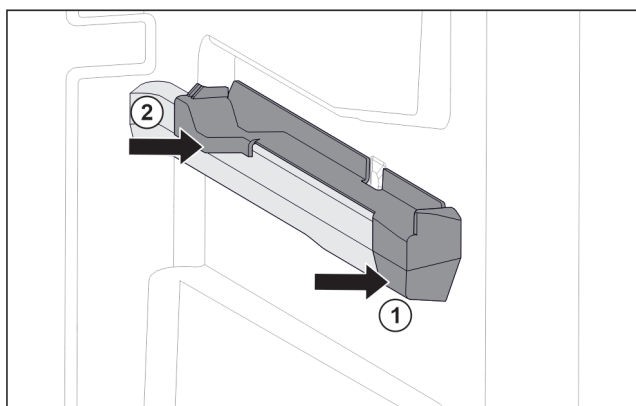

Fig. 40 Element nasadzany na prawym żebrze pojemnika
- ▶ Umieścić element nasadzany z przodu na żebrze pojemnika. Fig. 40 (1)
- ▶ Docisnąć element nasadzany z tyłu. Fig. 40 (2)